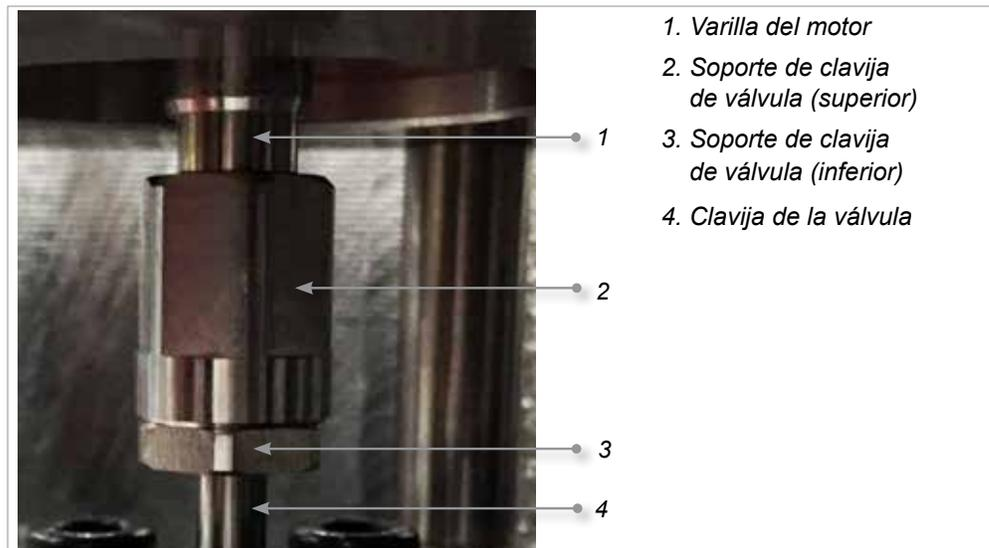

Figura 12-4 Componentes del soporte de clavija de la válvula
2. Instale el conjunto del soporte de clavija de la válvula en el motor. Apriete a un par de 8 a 10 Nm [de 6 a 7 ft-lb]. Consulte la Figura 12-4.